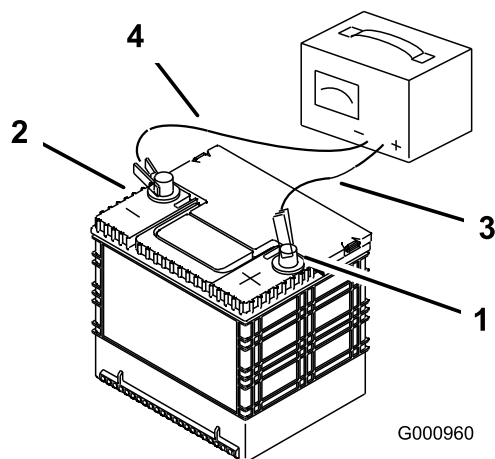

Figure 42
2. Quand la batterie est chargée au maximum, débranchez le chargeur de la prise, puis débranchez les fils du chargeur des bornes de la batterie (Figure 42).